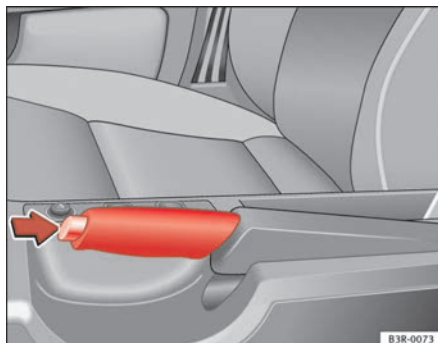

Fig. 141 Detalle de la consola central: Freno de mano puesto
- Levante ligeramente la palanca del freno de mano y pulse al mismo tiempo el botón de bloqueo ⇒ fig. 141 -flecha-.